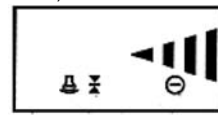

Figure 11
- Si l'affichage ACL montre une flèche vers la gauche et que des signaux brefs rapides sont émis, le signal laser est situé à la droite du détecteur (Fig. 11).